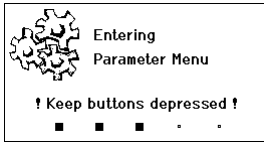

Fig. 11
- Mantener pulsadas al mismo tiempo las teclas **4** y **1** ó **4** y **2**. Mientras que el aparato pasa al menú de parámetros aparecerá en la pantalla el siguiente mensaje de texto (véase también la Fig. 11):